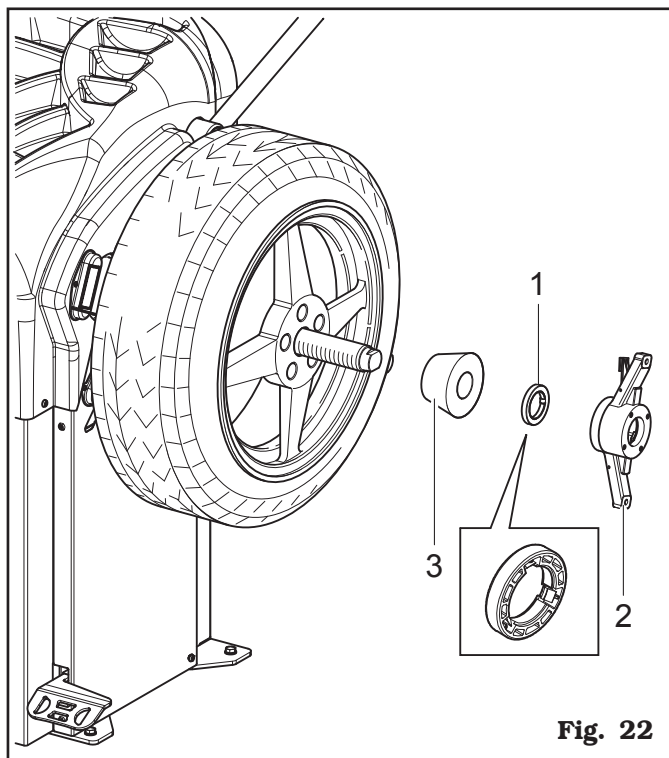

Fig. 22
7. Montar el cono (Fig. 22 ref. 3) con la parte más estrecha dirigida hacia la rueda.
8. Introducir el anillo prensador (Fig. 22 ref. 1) en la virola (Fig. 22 ref. 2) y fijar el cono (Fig. 22 ref. 3).
EL ANILLO PRENSADOR (FIG. 22 REF. 1) DEBE SER MONTADO CON EL LADO DE LOS DIENTES DIRIGIDO HACIA LA VIROLA (FIG. 22 REF. 2).